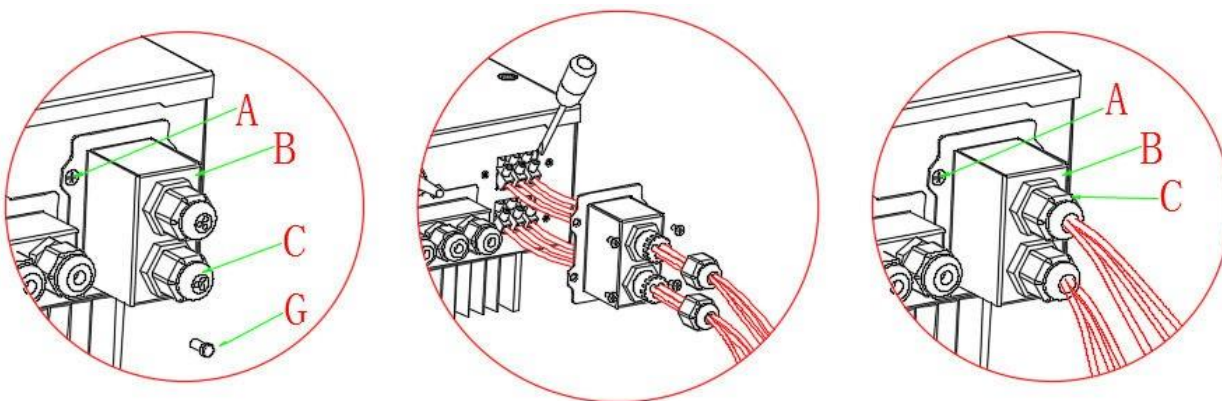

Fig. 14 Connexion réseau et charge
**Étape 1 :** desserrez 4 vis (pièce A) à l'aide d'un tournevis (Fig. 14)
Le port de connexion LOAD est uniquement destiné à la connexion de charge critique. La puissance des charges critiques doit être inférieure à 3 000 VA. La procédure de connexion du port LOAD est identique à la connexion au réseau (Fig. 14).